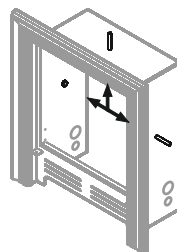

Рисунок 5. Установка топливного канала
2. Установить топливный канал в проем со стороны предбанника. Топливный канал закрепляется изнутри тремя анкерными болтами с гайкой М8 (в комплект поставки не входит) к стене (см. рисунок 5).